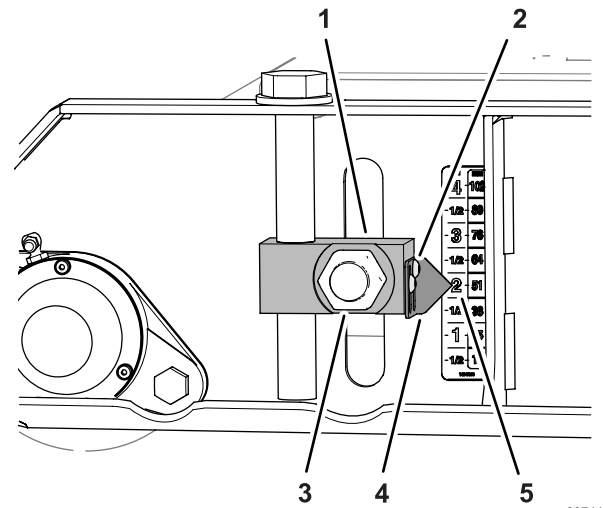
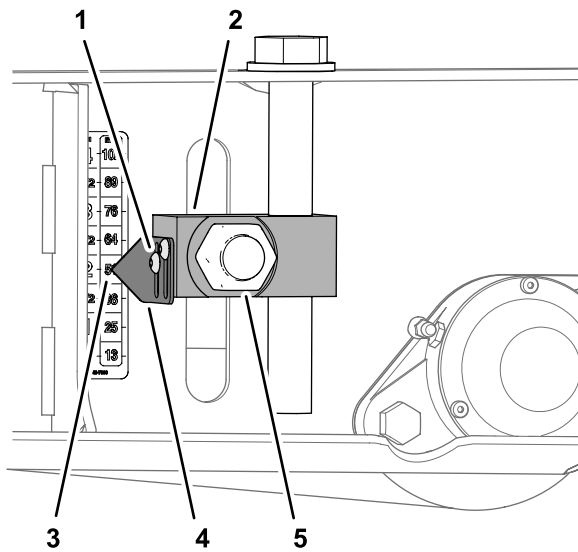

Bild 82
Bild 84
3. Lösen Sie die beiden Innensechskantschrauben, mit denen der Zeiger am Verstellblock befestigt ist, richten Sie den Zeiger auf die 51 mm Markierung auf dem Aufkleber aus und ziehen Sie die Schrauben wieder fest (**Bild 82**).
6. Lösen Sie die Innensechskantschrauben, mit denen die beiden Zeiger am Verstellblock befestigt sind, richten Sie die Zeiger auf die 51 mm Markierung auf dem Aufkleber aus und ziehen Sie die Schrauben wieder fest (**Bild 84**).
7. Ziehen Sie die vier Muttern, mit denen die Schnitthöhenverstellungen (Bild 82 und Bild 84) an den vorderen und hinteren Rollen befestigt sind, auf ein Drehmoment von 322 bis 396 N·m an.